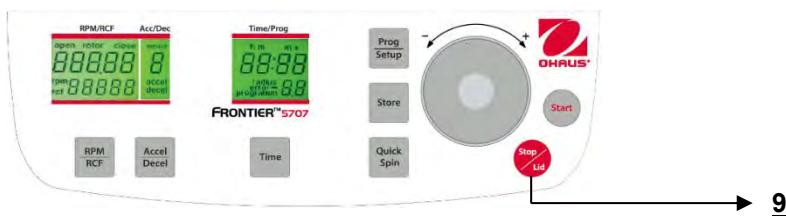

Figura. 25
La operación puede interrumpirse en cualquier momento al presionar el botón "**Stop**" (9) (vea la Figura 25).